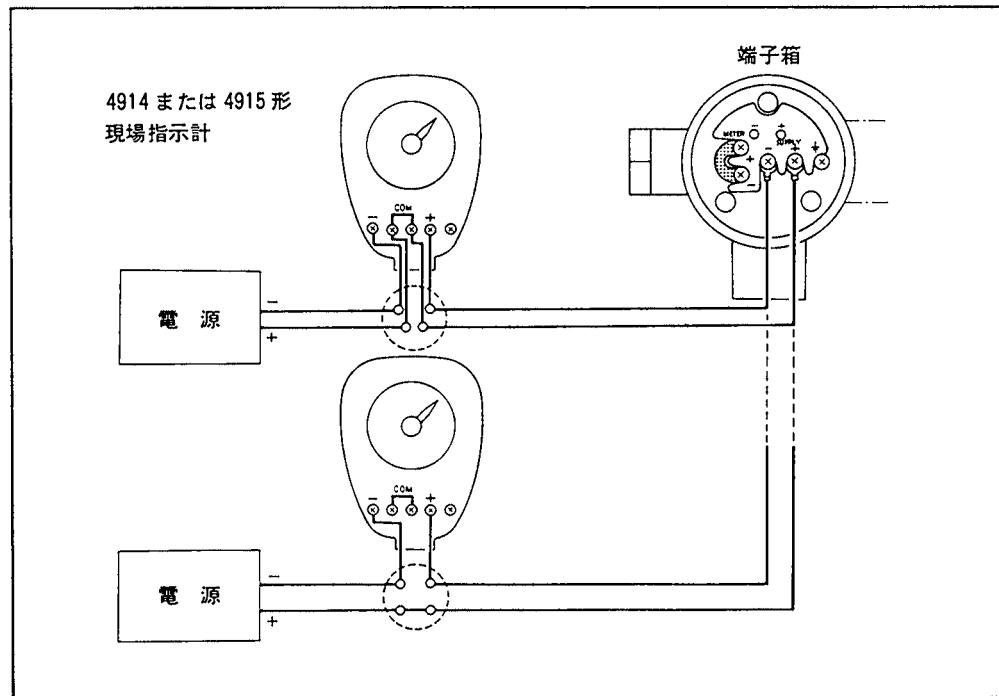

図4.10 現場指示計の接続(2)
(4) (3)項の方法の他に、メータ接続端子のジャンパを取付けたまま図4.10のように配線することもできます。
(5) 端子箱カバーを取付けます。耐圧特殊防爆形の場合は錠締金具を必ず締めてください。